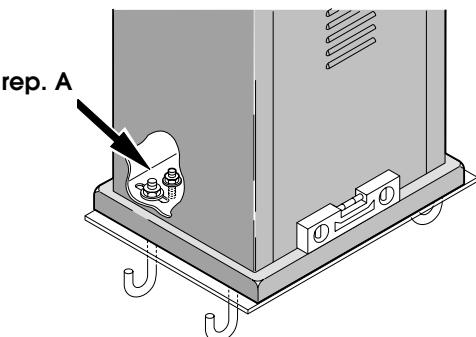

Fig. 8
- Monter les vis de réglage appropriées sur la semelle du motoréducteur comme indiqué fig. 8 rep. A.